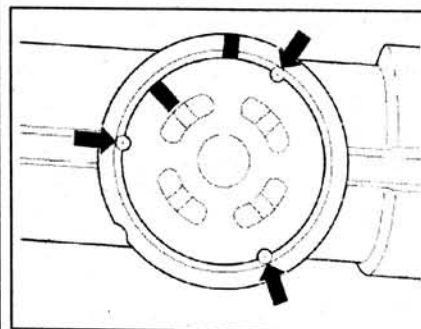

Рис. 6.22. Заблокируйте регулировочный болт в трех точках с помощью пробойника (стрелки).
18. Заблокируйте регулировочный болт в трех точках с помощью пробойника (стрелки) (рис. 6.22). Проведите дорожное испытание. Убедитесь, что колеса возвращаются в положение прямолинейного движения без заеданий.